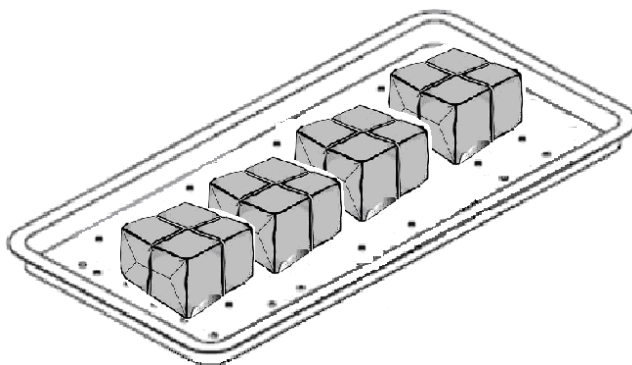

Figura 31
**Advertencia:** Para esterilizar el algodón o lana absorbente, envuélvala con una toalla delgada, un paño de cobertura, lino o una bolsa de esterilización para evitar que se bloqueen las tuberías de acuerdo a la Figura 31: